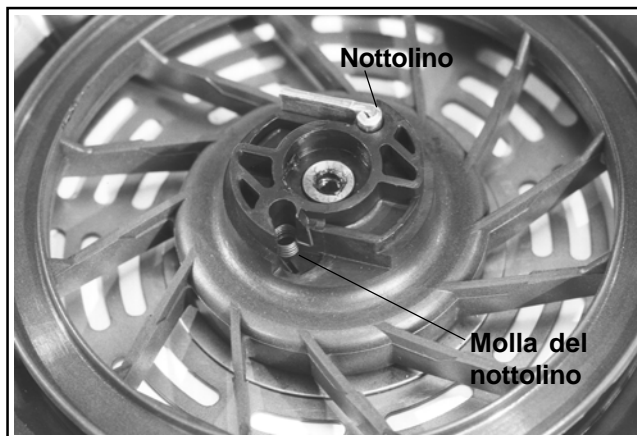

Figura 7-9. Installazione di nottolini e relative molle.
3. Installare le molle dei nottolini ed i nottolini nella puleggia del motorino di avviamento. Vedere Figura 7-9.